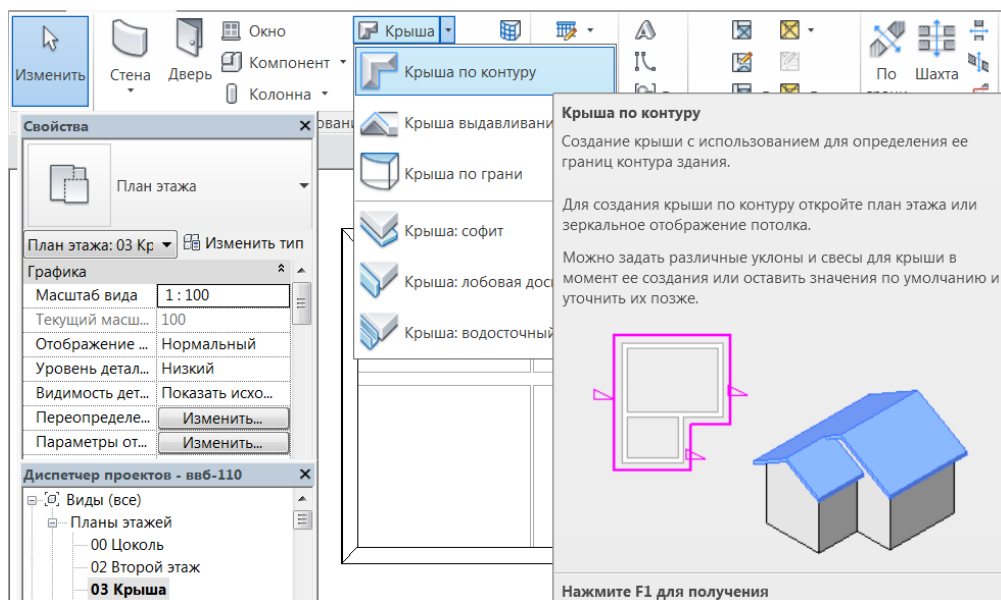

Рис. 64
2. Во вкладке **Главная** выбрать **Формирование**→**Крыша**→**Крыша по контуру** (рис. 64).